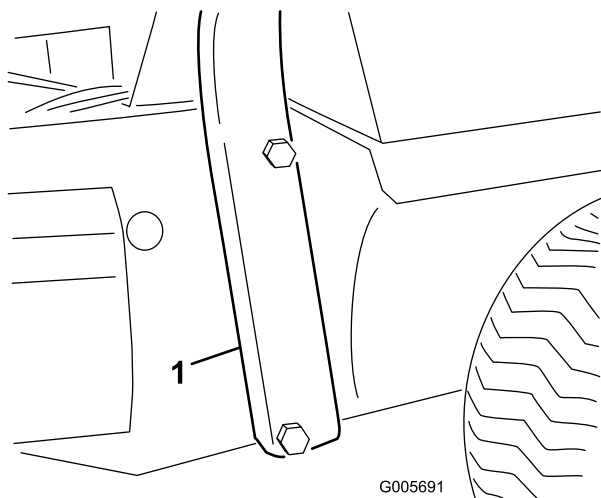

Figura 15
1. Baixe o arco de segurança para a estrutura, alinhando os furos de montagem como se mostra em Figura 15.
2. Fixe o arco de segurança ao chassis com 4 parafusos (3/4 x 5-1/2 pol.), anilhas de retenção e porcas (Figura 15). Aperte bem.